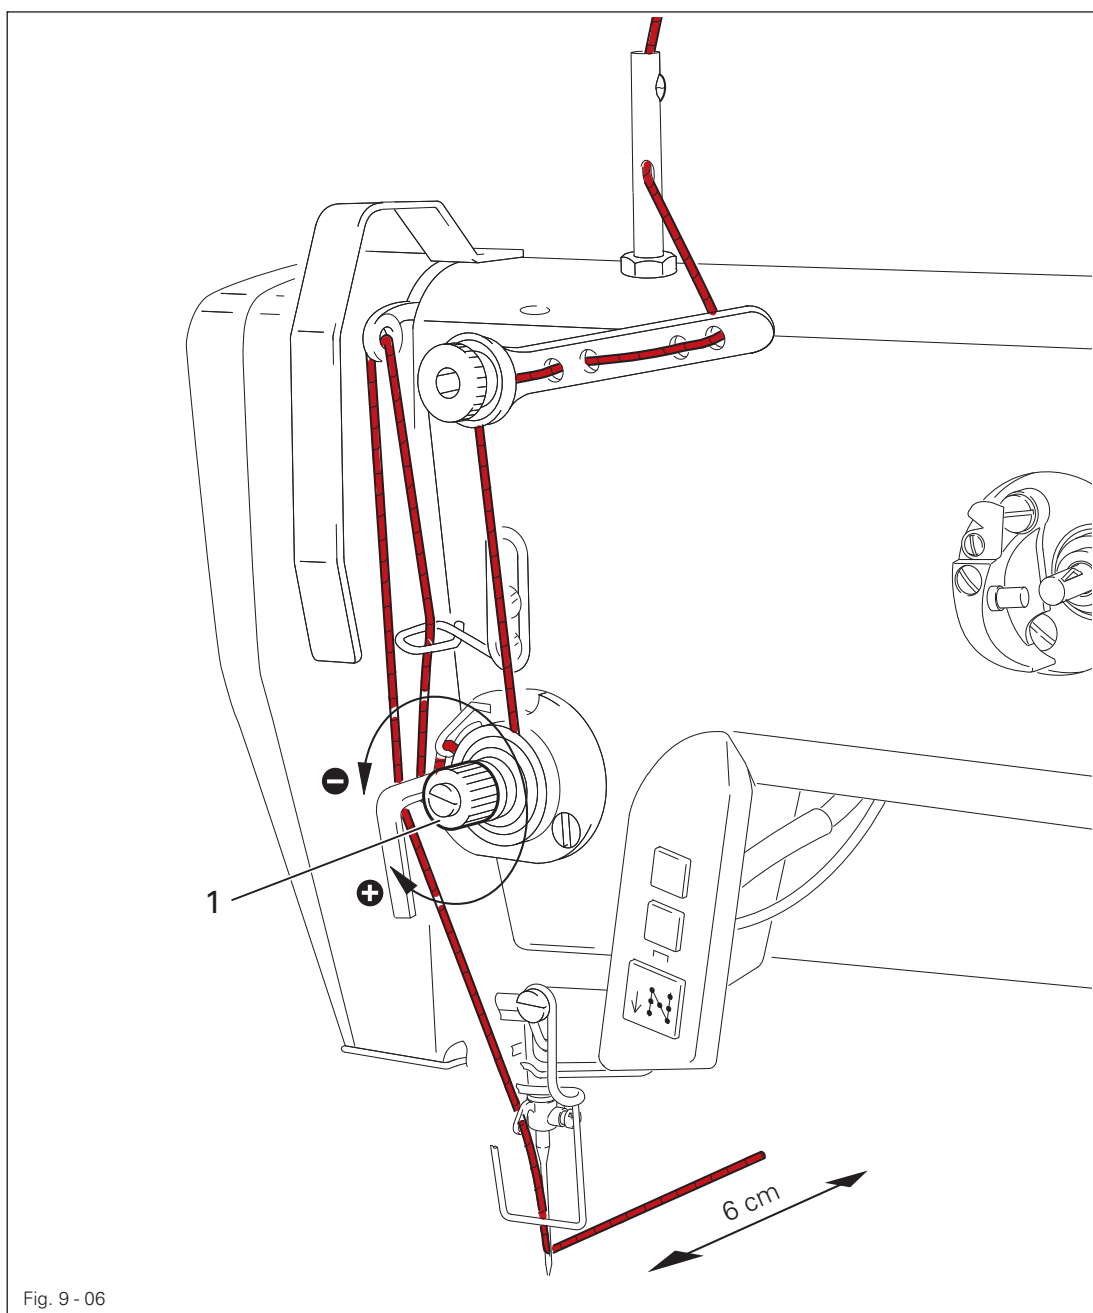

Fig. 9 - 06
- Spule 1 gemäß Fig. 9 -04 in die Spulenkapsel 2 einlegen.